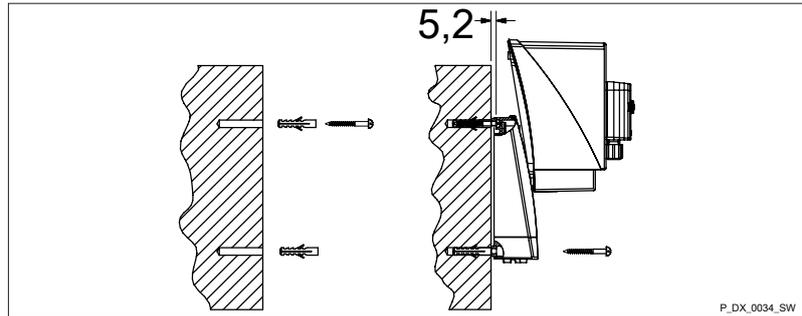

Abb. 6: Montage an eine Wand, Parkstellung - Maße in mm (Nicht maßstabsgetreu).
2. ➤ Bohren Sie die Löcher mit  $\varnothing 8$  mm und setzen Sie die mitgelieferten Dübel ein - siehe Abb. 6.